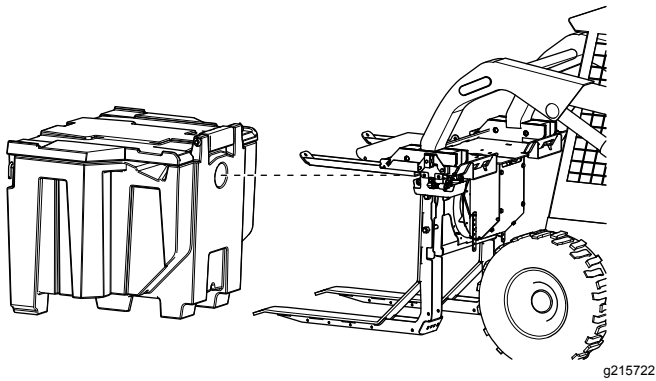

Figure 18
2. Basculez le cadre d'épandage jusqu'à ce que les fourches soient parallèles au sol (Figure 18).
3. Abaissez le cube et reculer la machine lentement (Figure 18).